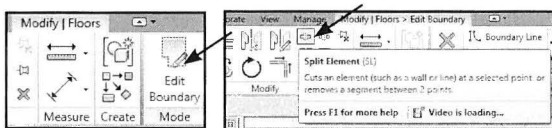

Fig. 08.40. Edit Boundary. Fig. 08.41. Split.
- Klik derefter på *Edit Boundary* (Fig. 08.40).